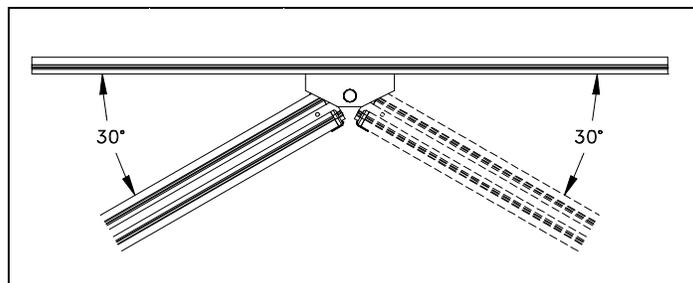

Figure 7
- L'adaptateur mural doit être positionné sur le mur pour assurer que l'angle entre le mur et le rail sera de plus de 30° (voir Figure 7).